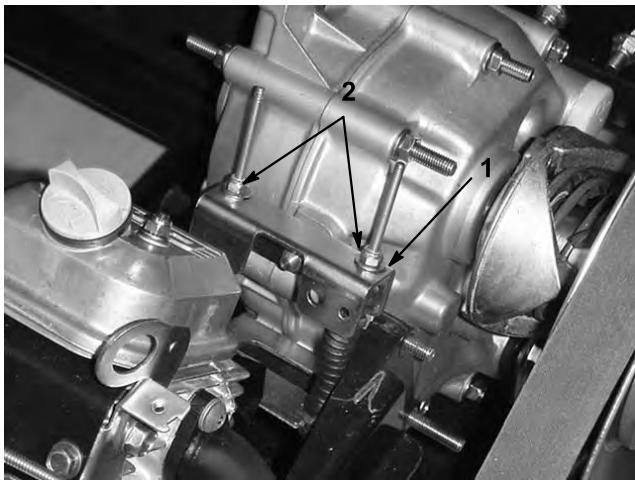

Bild 40
Wenn Sie regelmäßige Wartungsarbeiten und/oder eine Motordiagnostik durchführen, müssen Sie die Antriebsachse zunächst in den Leerlauf schalten (Bild 40). Der Schalthebel weist eine Leerlaufstellung auf, die den Leerlauf der Antriebsachse bestimmt. Treffen Sie die folgenden Maßnahmen, um sicherzustellen, dass der Schalthebel in der Leerlaufstellung die Antriebsachse auch richtig auf Leerlauf schaltet:
2. Achten Sie darauf, dass die Leerlaufhalterung in der Leerlauf-Stellung (Hebel) ist. Drehen Sie hiefür die Antriebskupplung (Bild 40). Das Fahrzeug sollte nicht vorwärts- oder rückwärtsrollen. Wenn sich das Fahrzeug bewegen lässt, schieben Sie die Leerlaufhalterung in die Leerlauf-Stellung.
3. Ziehen Sie eine der Sicherungsmuttern (Bild 40) nur so weit fest, dass das Spiel aus dem Schaltzug entfernt wird.